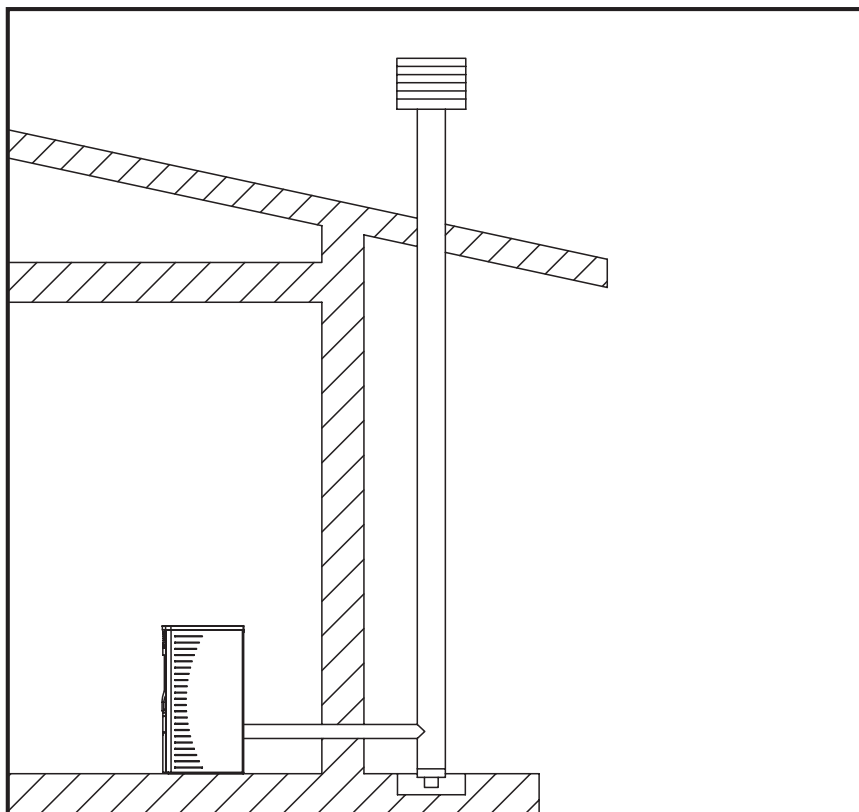

FIG. 1
3. Etre bien dimensionné et d'une hauteur supérieur a 3,5 mètres (fig.1 a Pag.10).